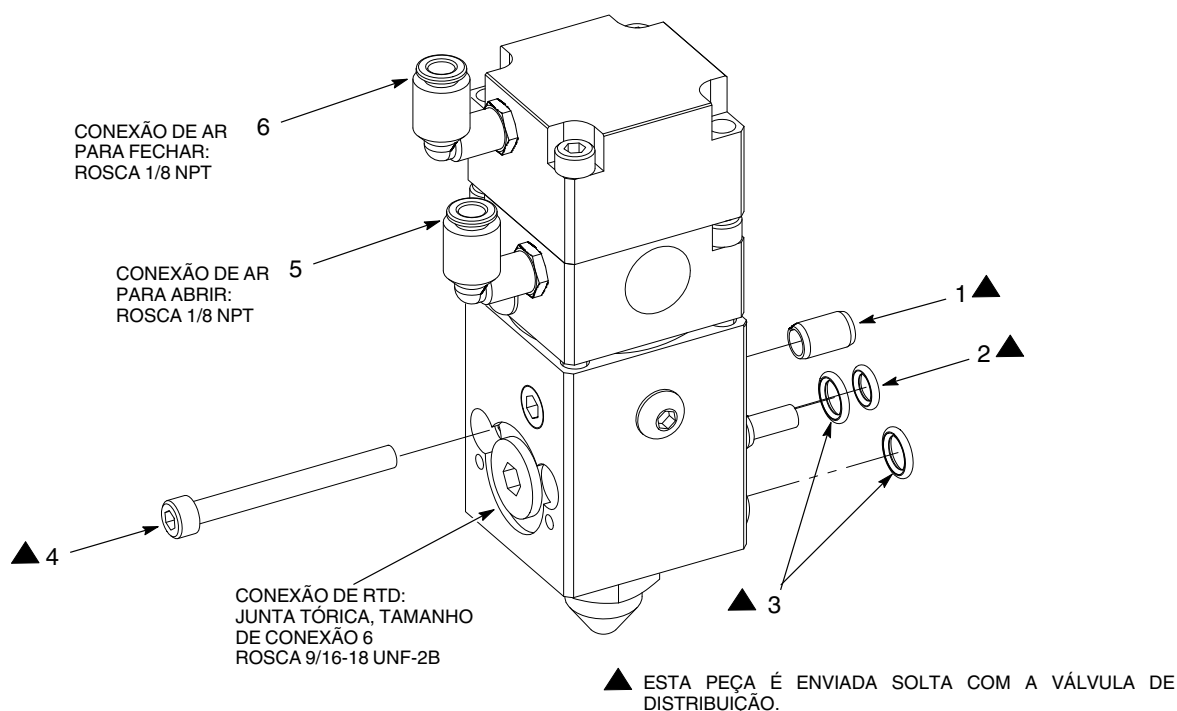

Figura 6 Válvula de distribuição para montagem em colector (está ilustrada a válvula de distribuição XD para montagem em colector)
1. Consulte a figura 6. Insira os pinos de encaixe (1) na válvula de distribuição.
3. Monte a válvula de distribuição no colector, usando os parafusos (4). Aperte os parafusos com 60 in.-lb (6,7 Nm).